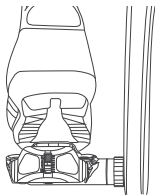

Figura 5. Probar el anclaje moviendo el pie
- Comprueba el anclaje intentando mover la zapatilla del pedal (figura 5). Si la zapatilla no queda bien enganchada al pedal, empieza de nuevo.